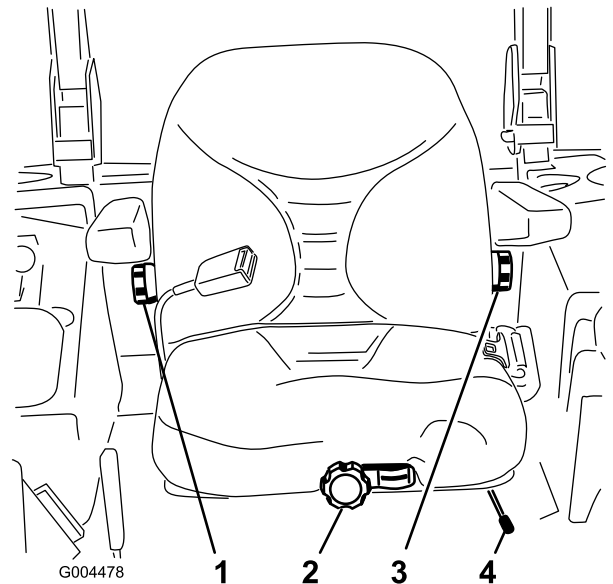

Figura 54
1. Para ajustar, desloque a alavanca para o lado e desbloqueie o banco (Figura 54).
Sem estar sentado no banco, rode o botão da frente numa das direções para proporcionar o máximo conforto (Figura 54).
Para ajustar, rode o manípulo, sob o apoio do braço direito, numa das direções para proporcionar o máximo conforto (Figura 54).
Para ajustar, rode o manípulo, sob o apoio do braço esquerdo, numa das direções para proporcionar o máximo conforto (Figura 54).